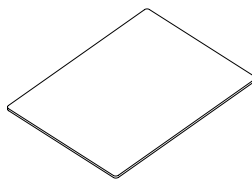

Figure 26
- L'utilisateur ne doit pas intervenir sur le verre de protection du filament. Cette pièce est essentielle au bon fonctionnement du produit et toute intervention nécessaire doit être effectuée uniquement par un service après-vente agréé. (Figure 26).